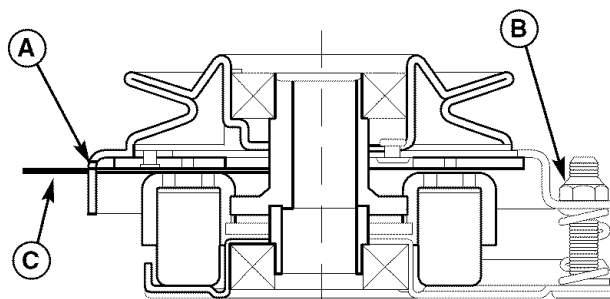

Figura 25. Ajustar Embrague del PTO
3. Inserte una lámina calibradora (C) de .012"-.015" (2.5-4mm) por cada ventana, colocando el calibrador entre la cara del rotor y la cara del armazón como se muestra en la Figura 25.
4. Alternativamente apriete las tuercas de ajuste (B, Figura 25) hasta que la cara del rotor y la cara del armazón apenas hagan contacto con el calibrador.